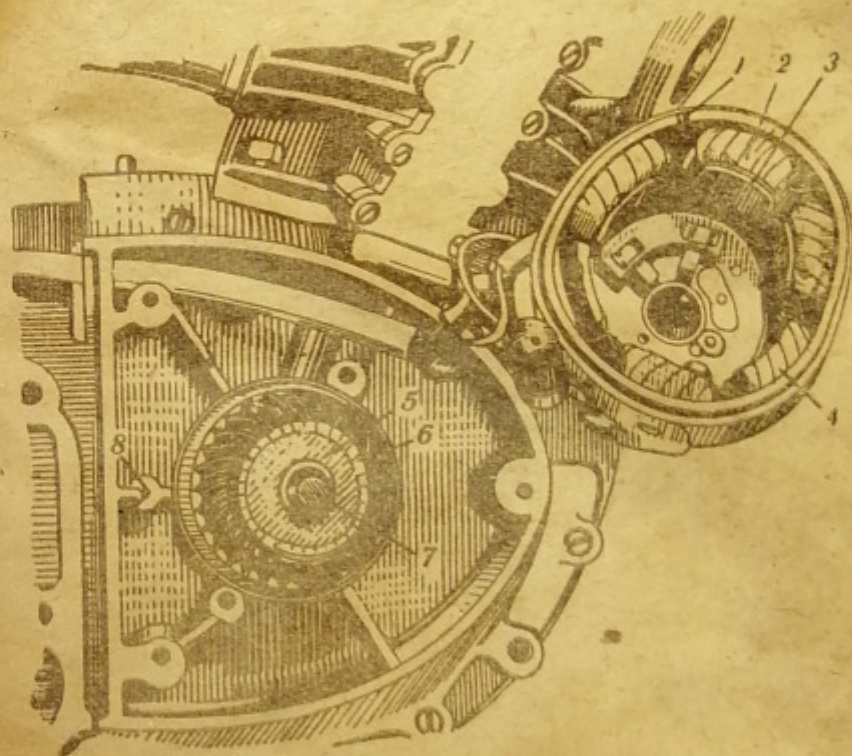

Рис. 25. ГЕНЕРАТОР:
1. Вывернуть винты 11 (рис. 24), отсоединить провода и снять статор (рис. 25).
2. Вывернуть болт 7 (рис. 25) и, ввертывая вместо него винт из приспособления, применяемый для выжима оси звена цепи, снять якорь 5.
Сборку производить в обратном порядке, обратив внимание на то, чтобы установочный паз 1 (рис. 25) совместился со штифтом 8, расположенным на одном из ребер плоскости картера.